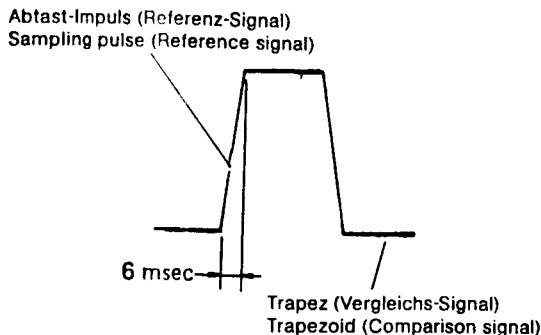

Fig. 5.3 Kopftrommelabtaastposition
4. Oszillograph an TP 4 (DRUM TRAPEZOID) auf der SERVO-Platte anschließen. Der Abtastimpuls soll in der Mitte der Flanke stehen (Fig. 5.3).
4. Connect the oscilloscope to TP-4 (DRUM TRAPEZOID) on the SERVO board. The sampling pulse should be in the centre of the flank (Fig. 5.3).